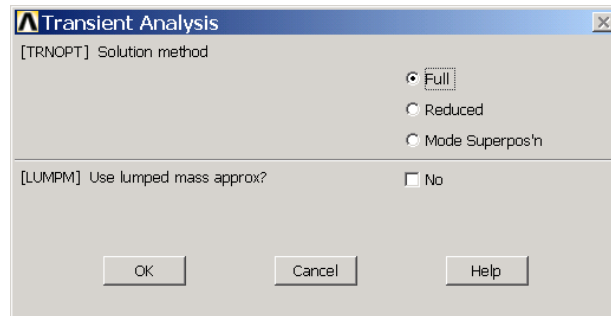

图11.35 瞬态分析选项
(19) 单击 Main Menu>Solution>Analysis Type>New Analysis 菜单，弹出【New Analysis】对话框。选择【Transient】单选按钮，单击【OK】按钮确认。接着弹出如图 11.35 所示的对话框，保持默认即可。